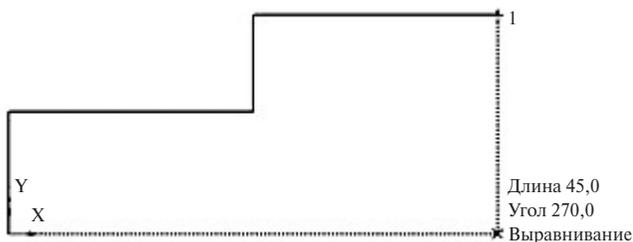

Рис. 103. Верхний контур чертежа детали
2. Выполнить контур верхней части изображения детали, (рис. 103), пользуясь кнопкой *непрерывный ввод объекта на инструментальной панели Геометрия*.